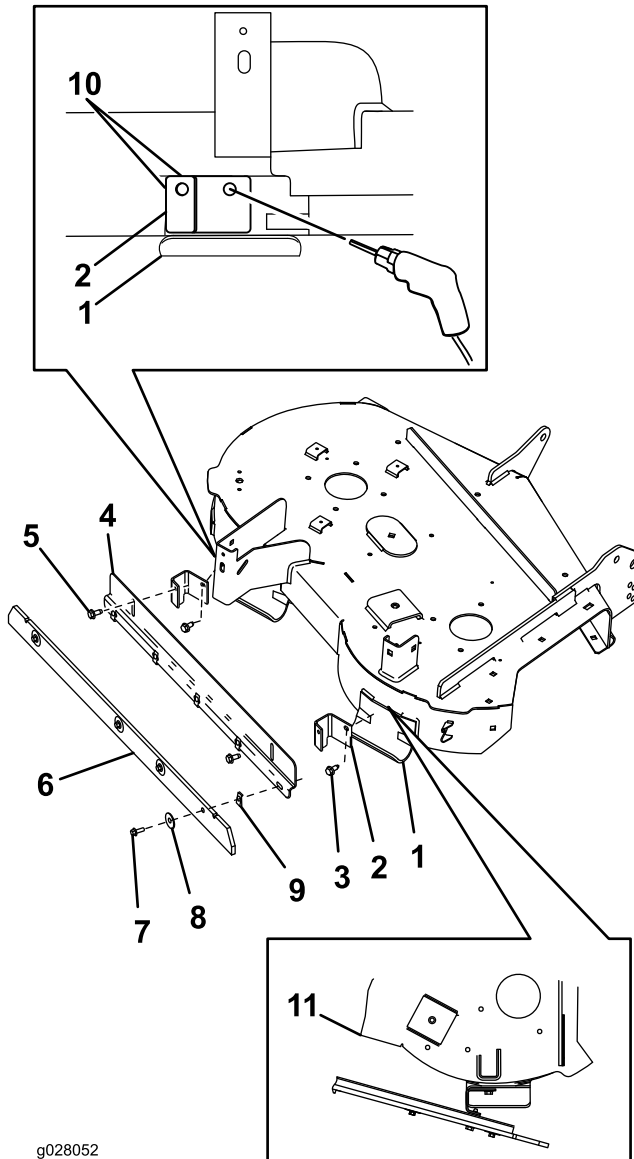

Figura 1
1. Localice el patín derecho en el borde trasero de la carcasa de corte, según se muestra en Figura 1.
2. Coloque la pata más larga del soporte de montaje del kit de rayado contra el patín (Figura 1).
3. Marque en el patín el contorno del taladro de montaje del soporte (Figura 1).
8. Localice el patín izquierdo en el borde trasero de la carcasa de corte, según se muestra en Figura 1.
10. Asegúrese de que las ranuras de la pletina de sujeción están alineadas con los taladros de la pata corta de los soportes de montaje (Figura 1).
1. Posicione la pletina de sujeción con la pestaña de montaje hacia arriba y junto a la carcasa (con la pestaña de la rasqueta hacia abajo y separado de la carcasa), según se muestra en Figura 1.
2. Alinee el extremo superior de la ranura de la pestaña de montaje de la pletina de sujeción con el taladro de la pata más corta de cada soporte de montaje instalado en los patines (Figura 1).
3. Sujete la pletina de sujeción a cada soporte de montaje con un tornillo con arandela prensada autorroscante (Figura 1).